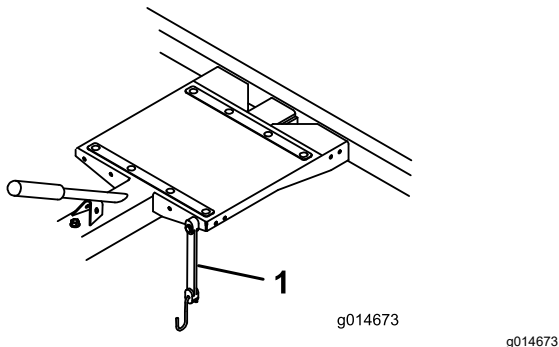

Figura 15
- Durante el transporte, utilice la correa elástica para sujetar el cortacésped de greens al remolque (Figura 15). Puede enganchar la correa elástica en diferentes orificios de montaje para adaptarse a diferentes cortacéspedes.